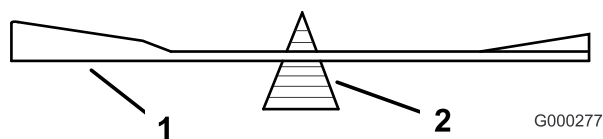
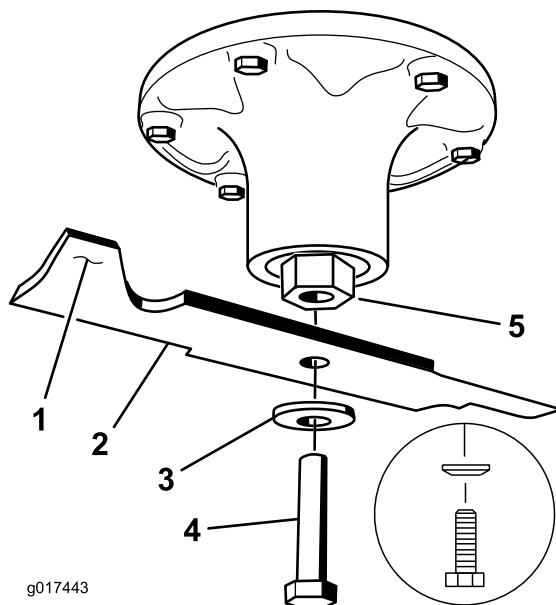

Figura 78
Figura 79
2. Controllate l'equilibrio della lama posizionandola su un bilanciatore (Figura 78). Se la lama rimane in posizione orizzontale, è bilanciata e può essere utilizzata. Se la lama non è bilanciata, limate del metallo soltanto dalla costa (Figura 79). Ripetete
2. Montate la lama, il disco elastico e il bullone della lama. Il cono del disco elastico deve essere rivolto verso la testa del bullone (Figura 79). Serrate il bullone della lama a 115–149 Nm.